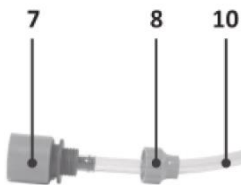
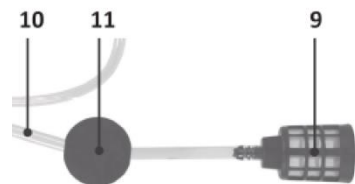

Fig. 3A
Fig. 3B
1. Scoateți inelul conectorului de furtun (8) de pe conectorul de furtun (7).
2. Așezați inelul (8) peste unul dintre capetele furtunului (10).
3. Introduceți același capăt al furtunului în conectorul de furtun, vezi Fig. 3A.
5. Treceți celălalt capăt al furtunului (10) prin orificiul din bila plutitoare (11).
6. Împingeți același capăt al furtunului pe filtrul de aspirație (9), vezi Fig. 3B.